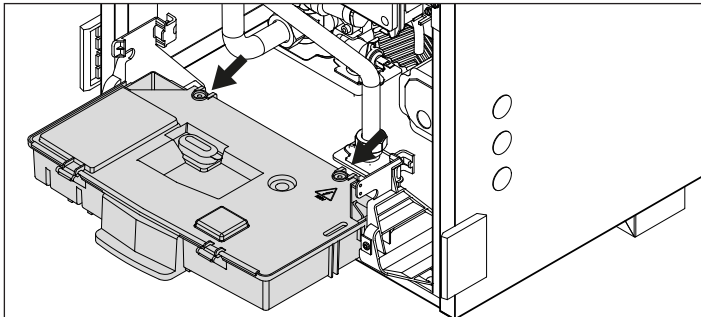

Figure 50 - Déconnexion des deux attaches
5. Déconnectez les deux attaches. Voir Figure 50.